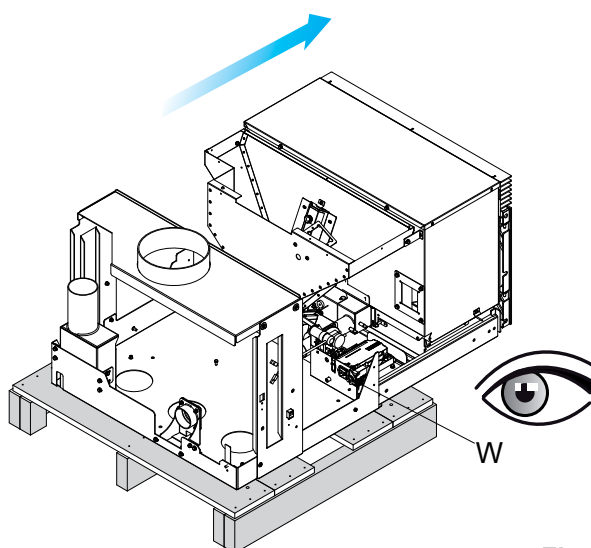

Fig. 6.1.4
5. Dévisser les quatre boulons de fixation des rails placés sur le fond de la machine (Fig. 6.1.4).